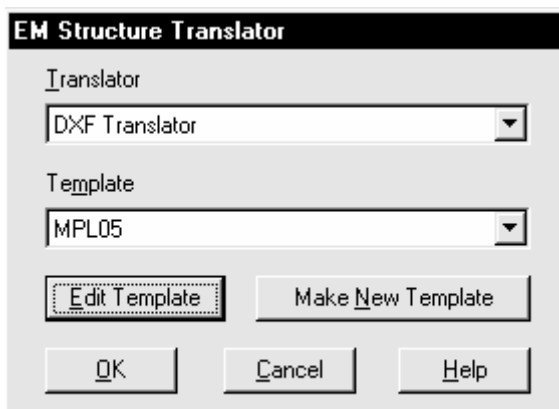

Рис. 4.36
13. Нажмите **OK** в диалоговом окне **EM Structure Translator** (см. рис. 4.36).